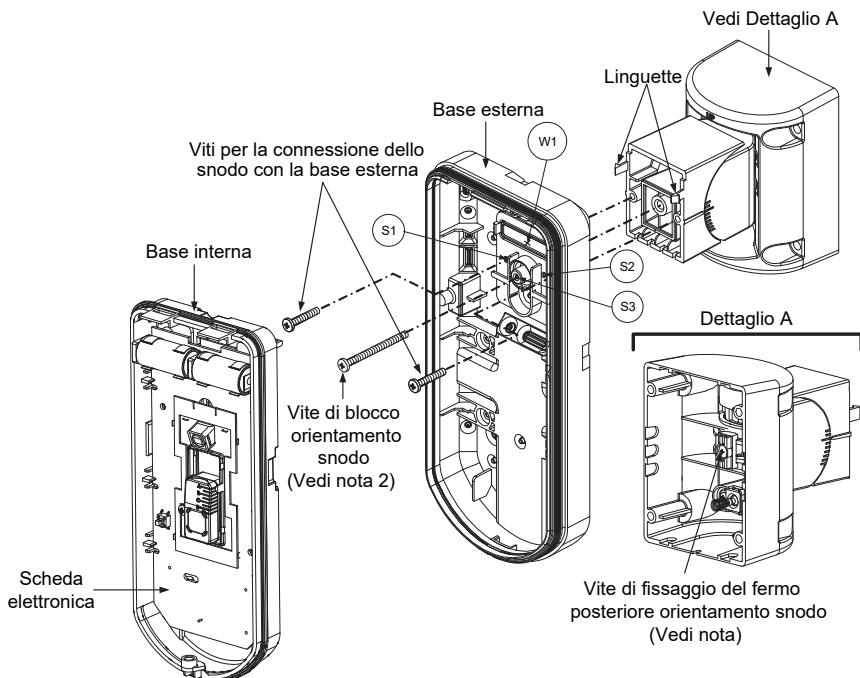

Figura 9
- Unire la base esterna allo snodo utilizzando le apposite linguette ad incastro (Figura 9).
- Fissare la base esterna allo snodo con due viti tramite le predisposizioni S1 e S2 (Figura 9).
- Inserire nello snodo standard la vite (fornita) di fissaggio ad angolo facendola passare dalla base esterna attraverso il foro a sfondare S3 (Figura 9).
Quando i punti marcati delle due parti mobili sono allineati (figura 9), lo snodo standard si trova in posizione 0°. Ogni "click" verticale da questa posizione corrisponde ad un incremento / decremento di 5°.